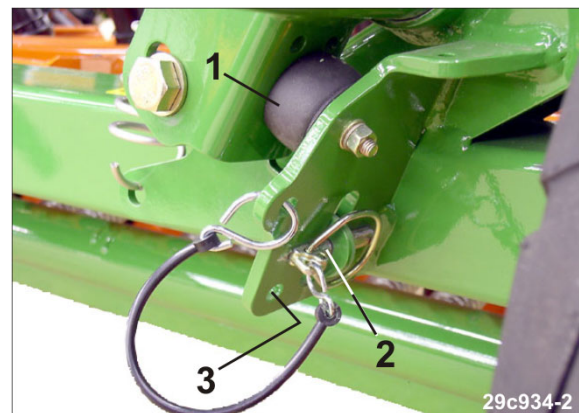

Fig. 166
- 3.1 Den Spuranreißer-Ausleger gegen den Gummipuffer (Fig. 166/1) drücken.
- 3.2 Den Spuranreißer gut festhalten, den Klappstecker (Fig. 166/2) herausziehen und in Parkposition in der Bohrung (Fig. 166/3) abstecken.